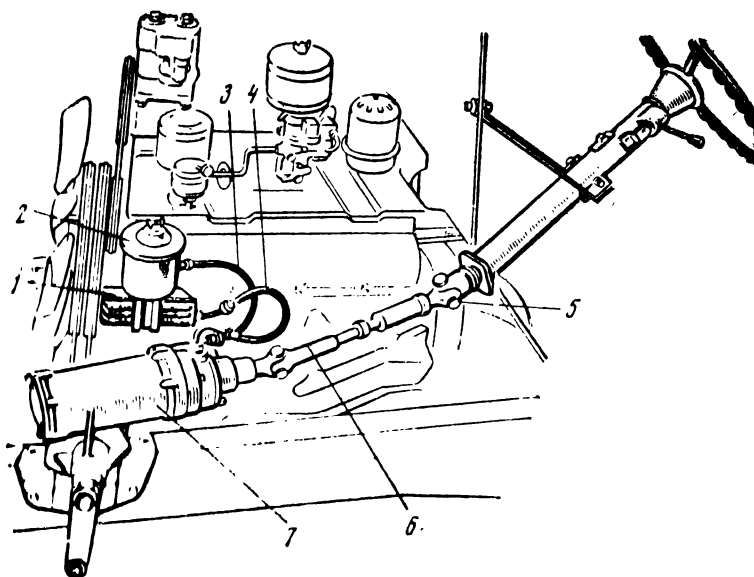

Рис. 48
IV. На каком автомобиле (ГАЗ-66, ЗИЛ-130 или КамАЗ) установлено рулевое управление, изображенное на рис. 48?
V. Как называется прибор, обозначенный (рис. 48) цифрой 1 и для чего он служит?
VIII. В бачке 2 насоса гидроусилителя (рис. 48) установлен фильтр, через который проходит все масло, возвращающееся из гидроусилителя, на фильтре установлен клапан. Для чего он служит?
X. Какими цифрами на рис. 48 обозначены шланг высокого и шланг низкого давления, карданный вал и шарнир карданного вала?